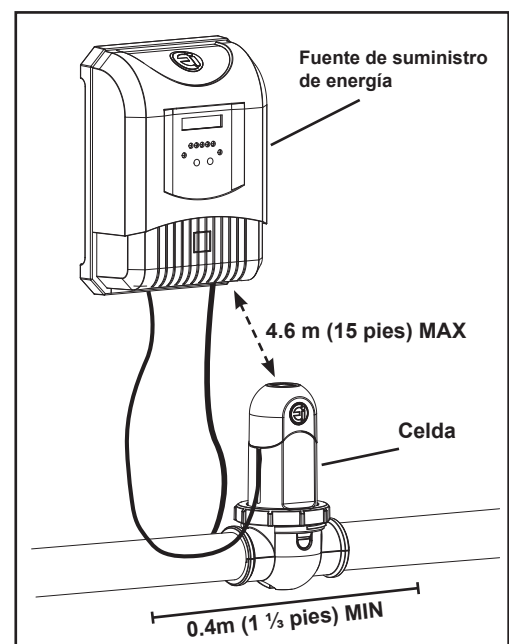

Figura 3. Requisitos de instalación
- La celda debe estar instalado en un 0,4 m (1 ½ pies), longitud horizontal de la tubería después de los calentadores, bombas y filtros, como la última pieza del equipo en el sistema de cañerías de circulación poco antes de la piscina (véase la Figura 3).
- La celda debe estar instalado no más de 4,6 m (15 pies) de la unidad de alimentación (véase la Figura 3).